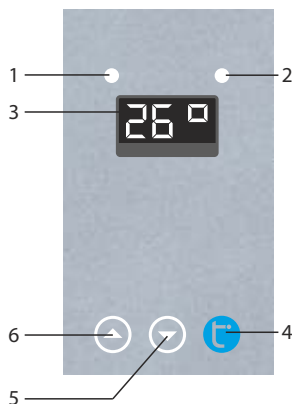

Рис. 15
1. При первом запуске в работу или после длительного перерыва в эксплуатации водонагревателя, заполните его водой, для чего откройте запорный кран подачи холодной воды и убедитесь, что на выходе воды в точке потребления устойчиво течет холодная вода, после чего включите электропитание прибора, при этом на панели управления заморгает индикатор питания 1 (см. рис. 15).
2. Для включения прибора нажмите кнопку «C» на панели управления, при этом индикатор питания 1 (см. рис. 15) будет гореть постоянно.
4. Поток воды контролируется краном на входе или на выходе воды из водонагревателя. При наличии протока и давления воды не менее 0,1 МПа включение нагрева происходит автоматически (если прибор включен), при этом загорается индикатор нагрева 2 на панели управления (см. рис. 15).
7. Для выключения водонагревателя можно закрыть проток воды на входе или на выходе из прибора, электронный датчик протока автоматически разомкнёт цепь подачи электроэнергии к нагревательному элементу, при этом погаснет индикатор нагрева 2 на панели управления (см. рис. 15), а индикатор питания 1 будет моргать. Для последующего включения нагрева достаточно вновь открыть кран подачи или выхода воды.